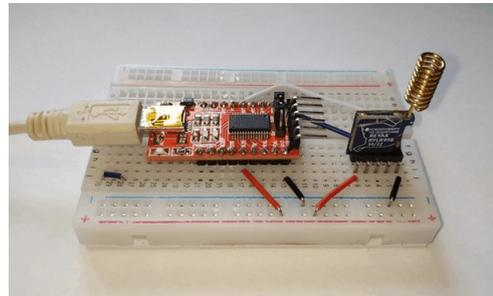

Abb. 3
1. Weg: Wir benutzen einen USB-UART-Konverter wie z. B. den FTDI232RL (s. Abb. 3). Durch diesen Konverter wird der LoRa-Baustein mit einem PC verbunden. Über diese Verbindung können wir nun mit Hilfe eines Terminal-Programms (z. B. *Hterm*) AT-Commands senden und auch Antworten vom LoRa-Baustein erhalten.